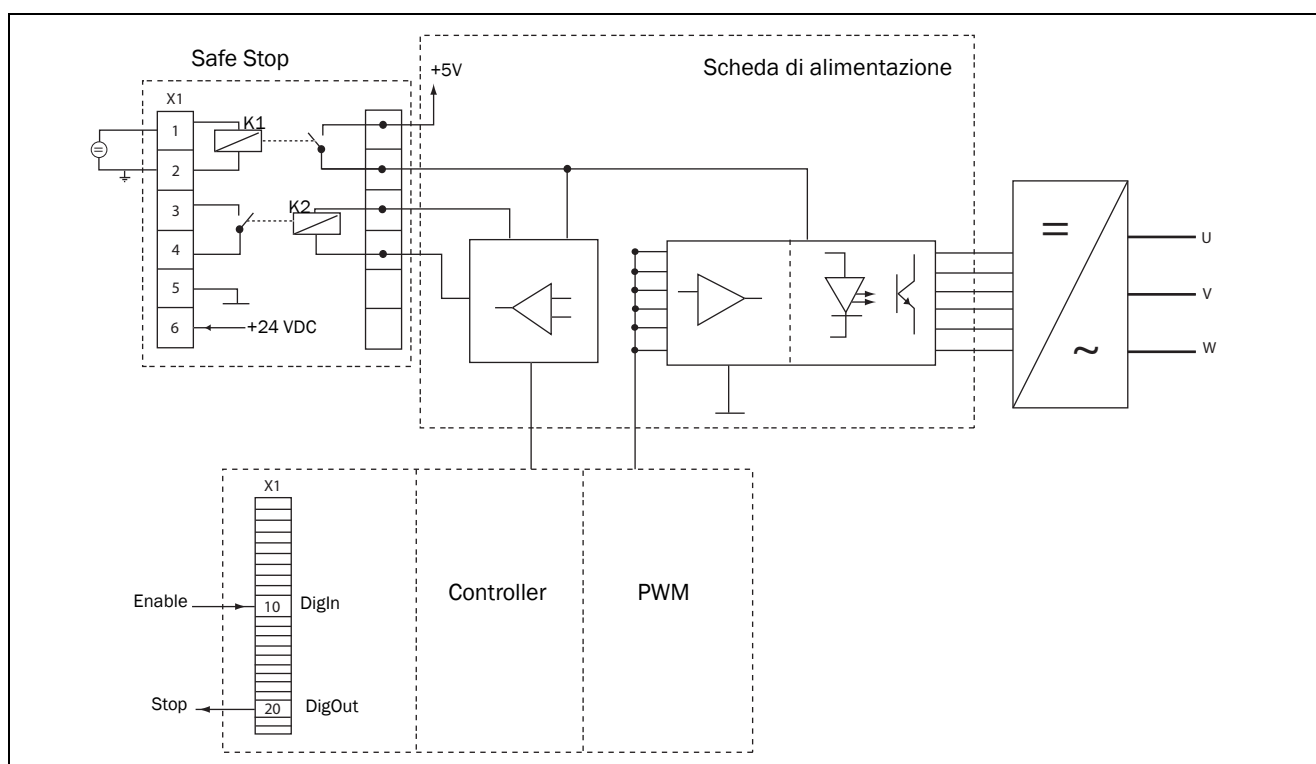

Fig. 112
- L'ingresso "Inhibit", morsetti 1 (DC+) e 2 (DC-) sulla scheda opzionale Safe Stop deve essere attivato collegando 24 VDC per assicurare la tensione di alimentazione per i circuiti di pilotaggio dei conduttori di potenza tramite il rel di sicurezza K1. Vedere anche la Fig. 112.
- Segnale alto sull'ingresso digitale, ad esempio il morsetto 10 nella Fig. 112, impostato su "Enable". Per l'impostazione dell'ingresso digitale, fare riferimento alla sezione 11.6.2, a pagina 139.
Per controllare la funzione "Enable", possibile utilizzare la selezione "RUN" su un'uscita digitale. Per l'impostazione di un'uscita digitale, ad esempio il morsetto 20 nell'esempio della Fig. 112, fare riferimento alla sezione 11.6.4, a pagina 141 [540].